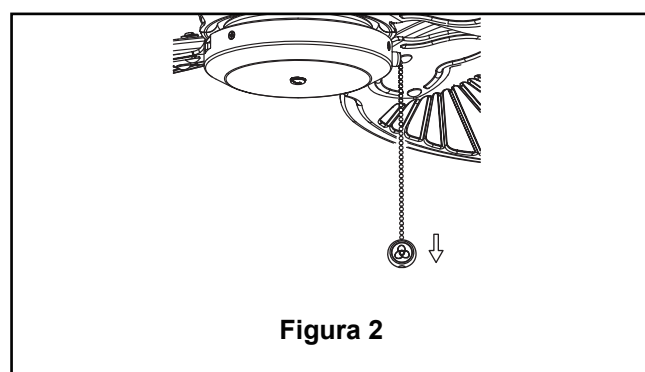

Figura 2
- ☐ 2. Verifique el funcionamiento del ventilador jalando suavemente del acoplador de la cadena del tirador del ventilador. (Figura 2)